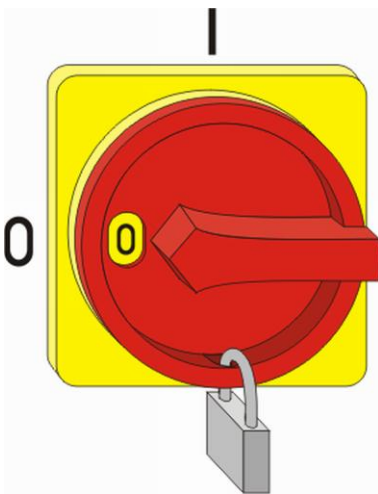

Abb. 48: Hauptschalter sichern
2. Hauptschalter gegen Wiedereinschalten mit einem Schloss sichern (Abb. 48).